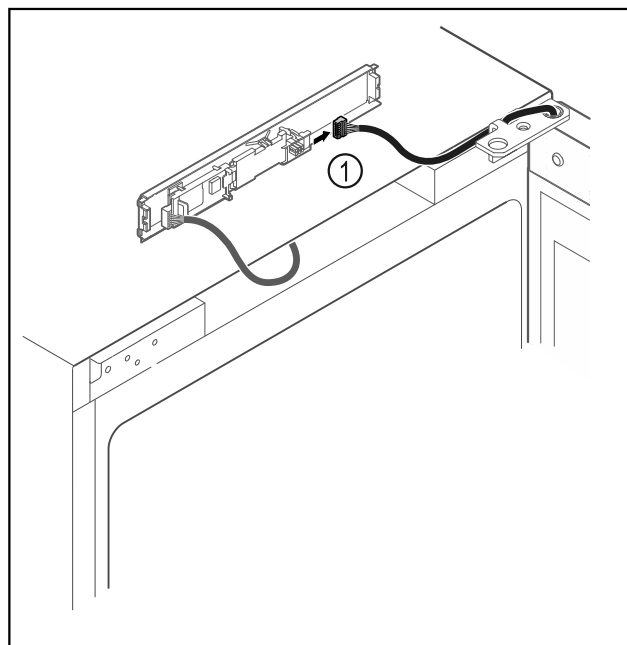

Fig. 12
- ▶ Débrancher le connecteur Fig. 12 (1) de la platine.